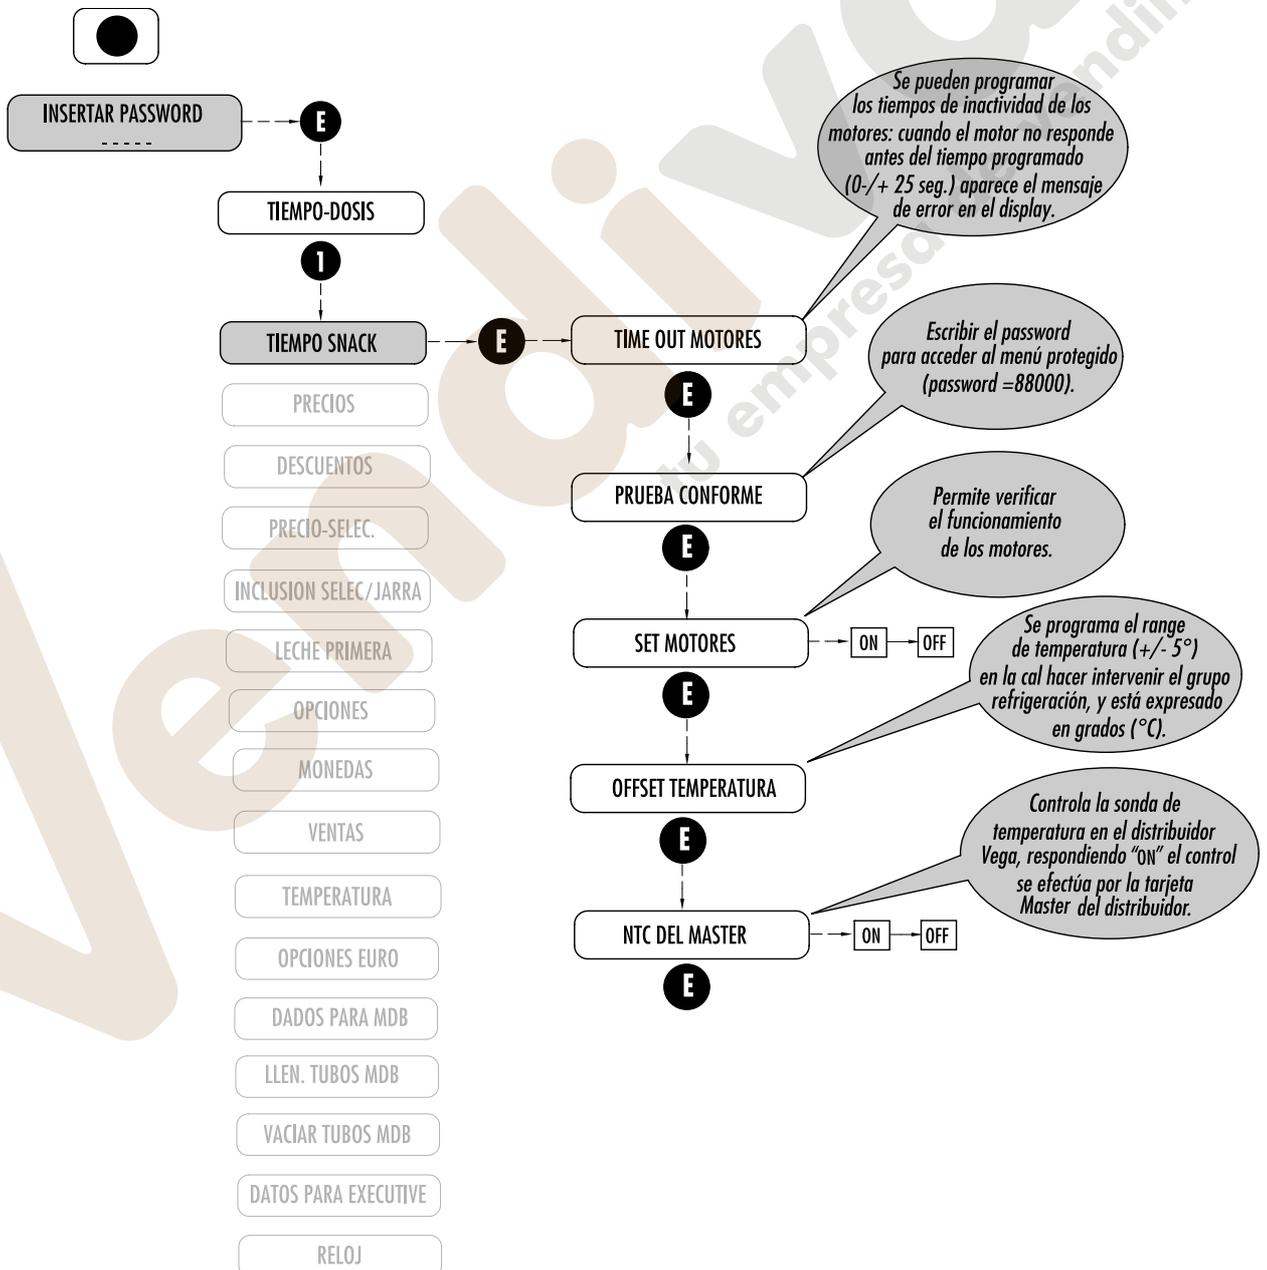

Fig. 7.5
**7.2.2 TIEMPO SNACK (con Master/Slave) (Fig. 7.5)**